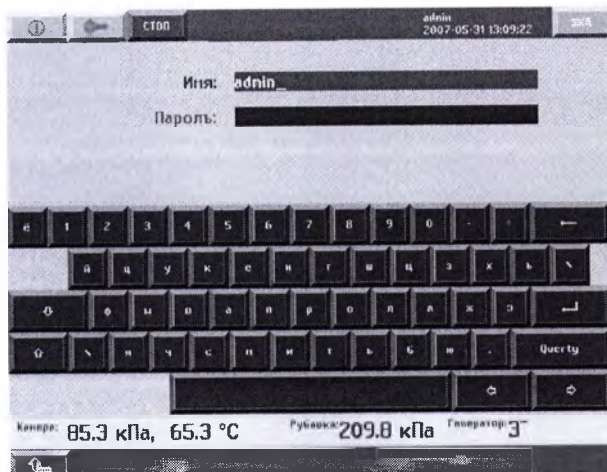

Рисунок 23 Установка времени
- Нажатием активизируйте строку времени рисунок 23 и задайте с клавиатур текущее время;